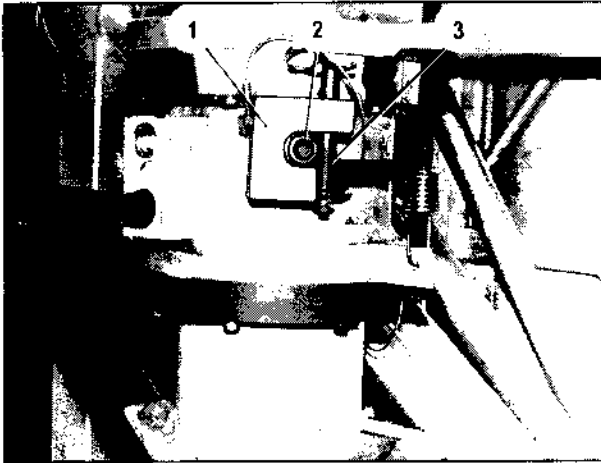

Bild 78
6. Steckbolzen (Bild 78/3) der Verdrehsicherung entsichern und herausziehen.
7. Unteres Rohr leicht drehen, bis die Aufnahme (Bild 78/1) am mittleren Rohr den Haltebolzen (Bild 78/2) freigibt.